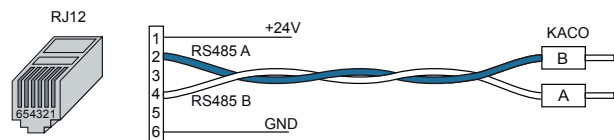

Figura 6: Conectar o inversor
- A Para conectar, usar um cabo connect pré-confeccionado ou produzir um cabo segundo a disposição da conexão (figura 6).
- A Nós recomendamos a utilização do tipo de cabo *UNITRONIC® Li2YCYv* (TP) do fabricante "LappKabel" ou similar. Este cabo é adequado para o assentamento directo na terra.